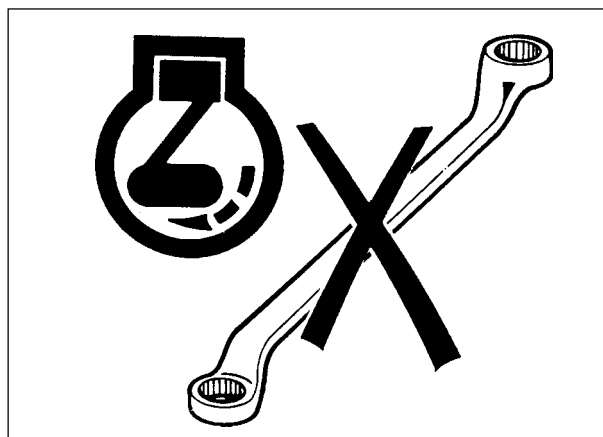

Fig. 2-9
- Udfør IKKE vedligeholdelse på traktoren, mens motoren er startet, er varm eller mens traktoren er i bevægelse (fig. 2-9).